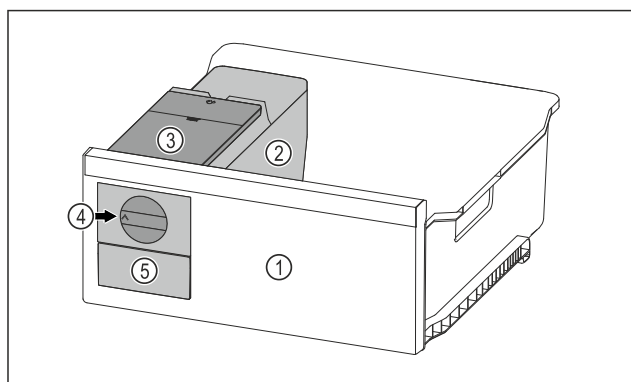

Fig. 102 Ilustrační zobrazení
- Otočte otočný knoflík Fig. 102 (4) ve směru hodinových ručiček až na doraz.
- Kostky ledu padají z misky na kostky ledu do zásuvky na kostky ledu *Fig. 102 (5)*.